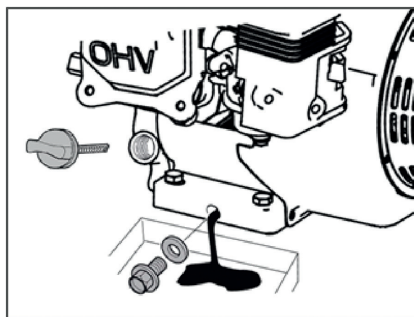

Рис. 13. Замена моторного масла
3. Очистите от загрязнений зону вокруг маслосливной горловины. Извлеките шуп из маслосливной горловины и протрите его чистой ветошью (Рис. 13).
4. Выкрутите болт отверстия для слива масла и слейте отработанное масло в подготовленную для этого емкость (Рис. 13).